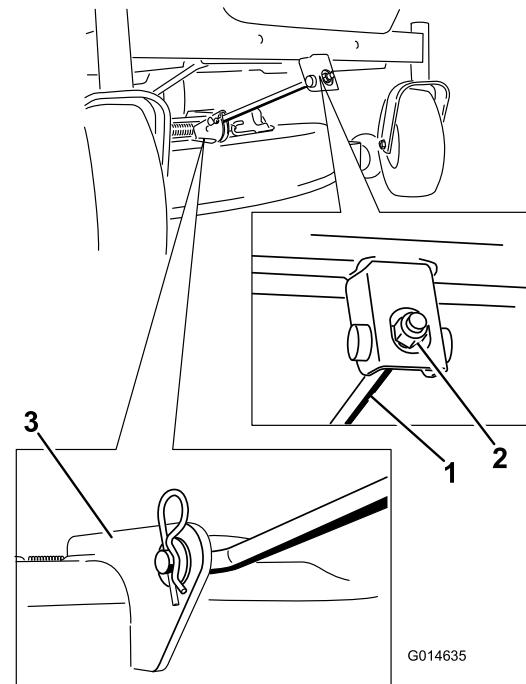

Figure 65
4. Retirez la goupille fendue de la tige de support avant et déposez la tige du support de plateau (Figure 65). Abaissez doucement l'avant du plateau de coupe au sol.
- Fixez la tige de support avant au plateau de coupe à l'aide de l'axe de chape et de la goupille fendue (Figure 65).